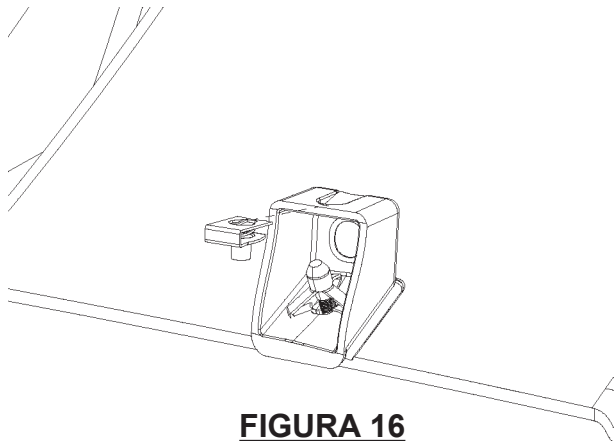

FIGURA 16
26. Acople la tuerca en U (del paso 11) a los 4 soportes centrales. Colóquela a un lado. Consulte la figura 16.